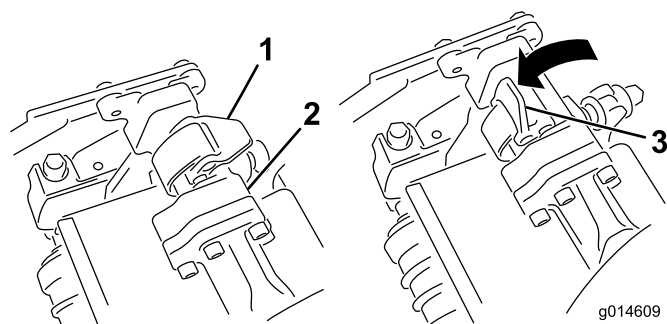
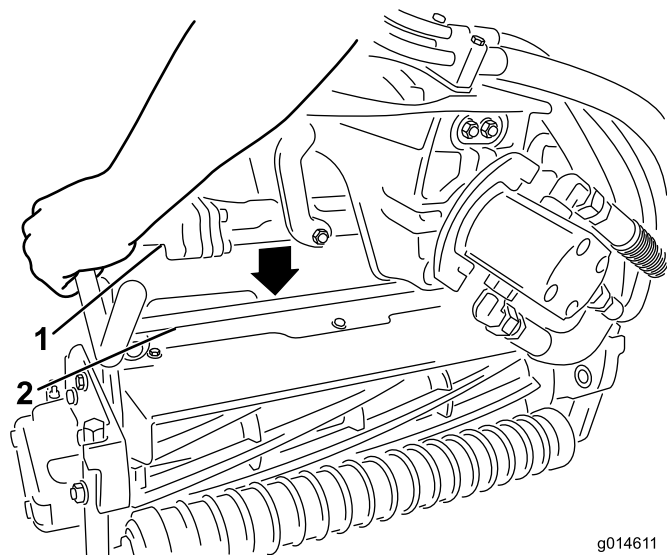

图33
图34
- 当悬挂臂杆上的闭锁指向上方（即打开）时（图33），向下压悬挂臂，使悬挂臂杆与滚刀组上方的支架相契合（图34）。
- 向下并绕着滚刀组横杆关闭闭锁，将它们锁定到位（图33）。
- 打开您正在拆下的滚刀组悬挂臂上的门锁（图33）。